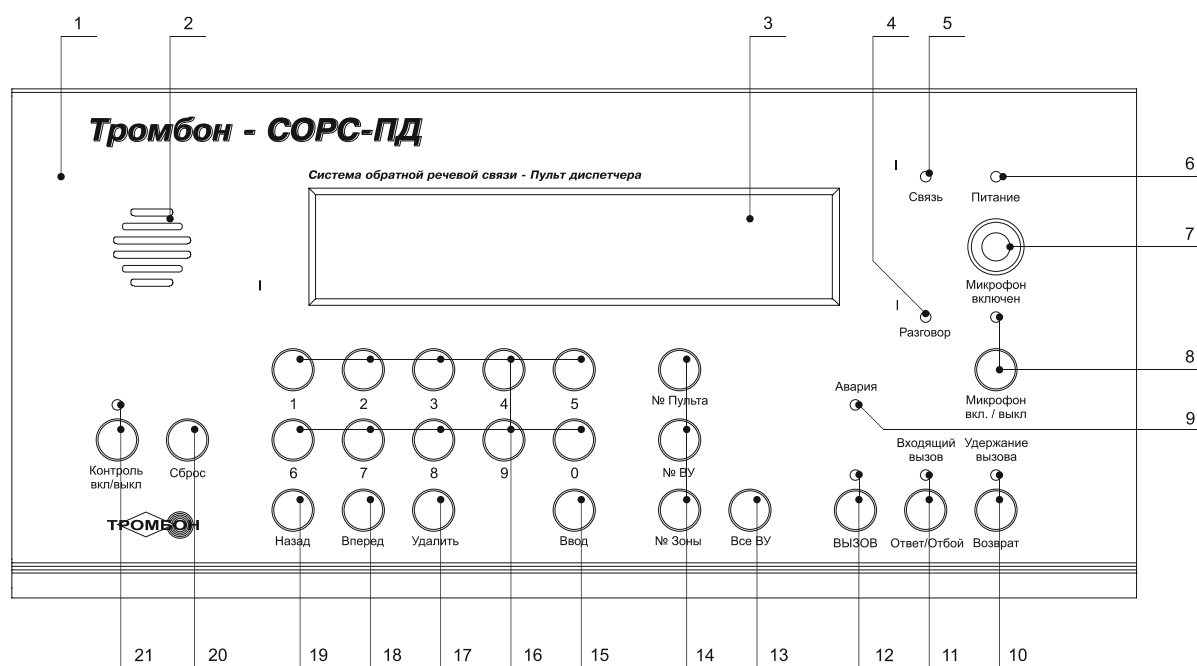

Рис. 1. Вид на лицевую панель Пульта.
- 4). Включите питание на Блоке ЛБС. Проконтролируйте свечение индикатора «Питание» и мигание индикатора «Связь» на лицевой панели Пульта (поз. 5, 6 рис. 1).
В нормальном режиме работы системы на лицевой панели пульта не должен гореть индикатор «Авария» (рис. 1, поз. 9).